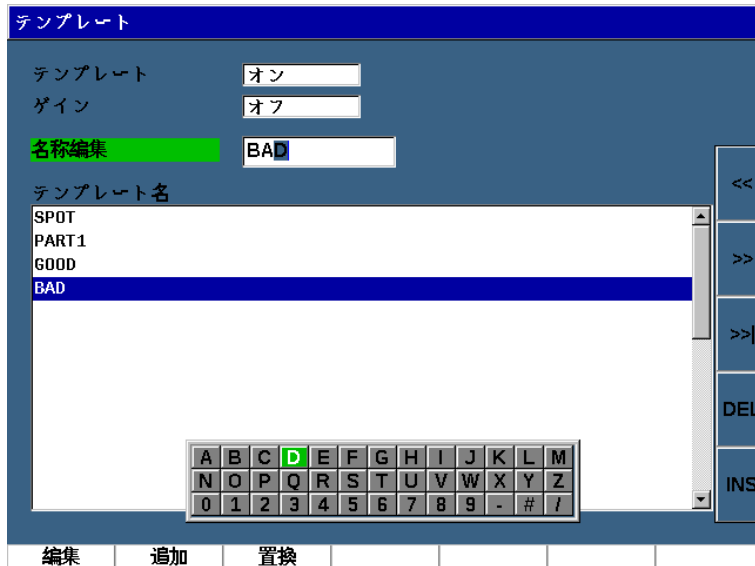

図 11-48 テンプレート設定ページ
2. **設定**（P7 キー）を押し、テンプレート設定ページを表示します（297 ページの図 11-48 参照）。